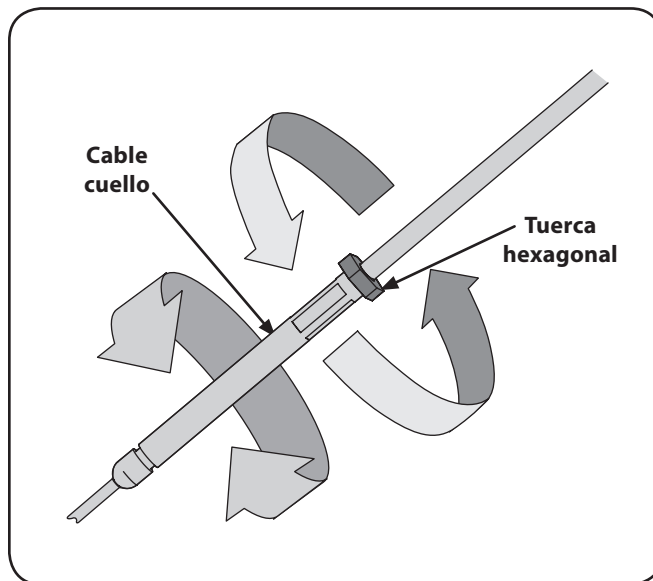

Figura 3-8
2. Ajuste el cable del embrague de marcha adelante, aflojando la tuerca hexagonal. Vea Figura 3-8.
3. Girar la sección de collar cable de una o dos vueltas para aumentar o disminuir la tensión en el cable. Vea Figura 3-8.
4. Vuelva a apretar la tuerca de seguridad contra el collar de cable. Vea Figura 3-8.